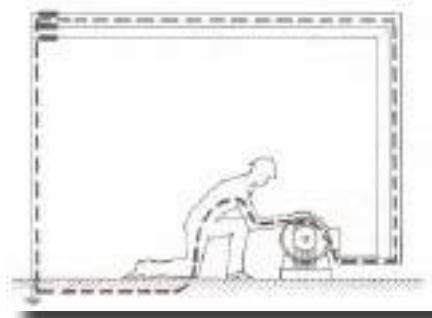

Figura 4 – Contactos indirectos.
- **Contactos indiretos:** originados em instalações ou aparelhagem elétrica que normalmente não estão em tensão, mas que podem atingir acidentalmente uma tensão perigosa por defeito de isolamento conforme representado na figura 4.